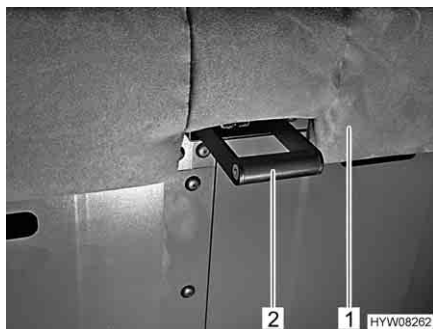

Fig. 42 Sbloccaggio della regolazione longitudinale del sedile
- Tirare lo sbloccaggio (Fig. 42,2) e tirare completamente in avanti il sedile (Fig. 42,1).
- Tirare lo sblocco (Fig. 42,2) del sedile (Fig. 42,1) e spingere il sedile il più possibile all'indietro.
- Tirare lo sbloccaggio (Fig. 42,2) sul sedile (Fig. 42,1) e tirare completamente in avanti il sedile.
- Tirare lo sblocco (Fig. 42,2), spingere il sedile (Fig. 42,1) nella posizione desiderata e verificare che il bloccaggio si innesti.